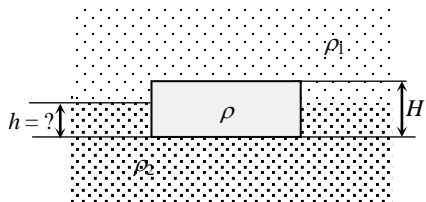

Рис. 9
3. На границе раздела двух жидкостей плотностью  $\rho_1$  и  $\rho_2$  плавает шайба плотностью  $\rho$  ( $\rho_1 < \rho < \rho_2$ ). Высота шайбы  $H$  (рис. 9). Определите глубину ее погружения во вторую жидкость.